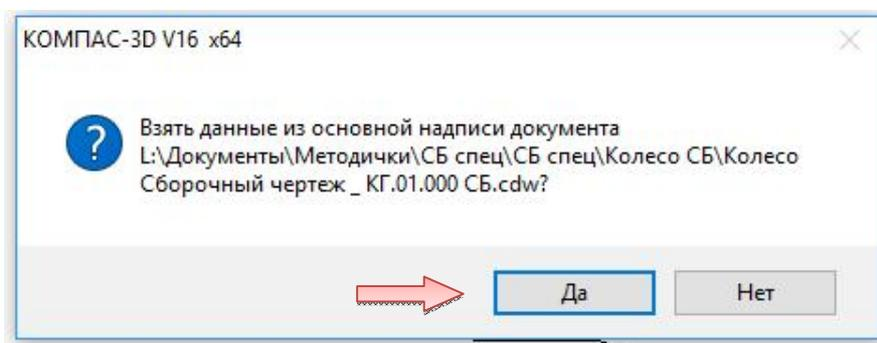

Рис. 4.78. Окно подтверждения переноса данных
- В открывшемся окне укажите путь к чертежу сборочной единицы «Колесо»: «Колесо СБ\Колесо Сборочный чертеж \_ КГ.01.000 СБ», на запрос о переносе данных из основной надписи документа нажмите «Да» (рис. 4.78).